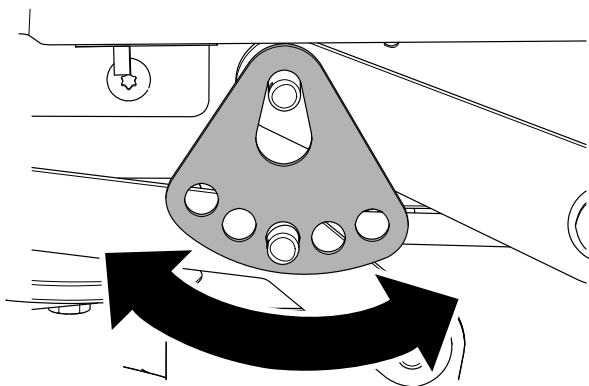

**Figura 73**
6. Remova o perno de gancho e a anilha do pino do braço de elevação (Figura 73).